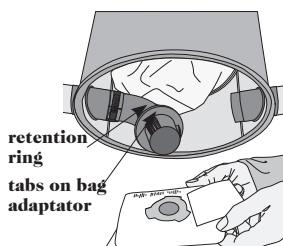

figure 7
3. Installer le nouveau sac, en vous assurant d'aligner les coches du sac avec les pointes de l'adaptateur (**figure 7**).